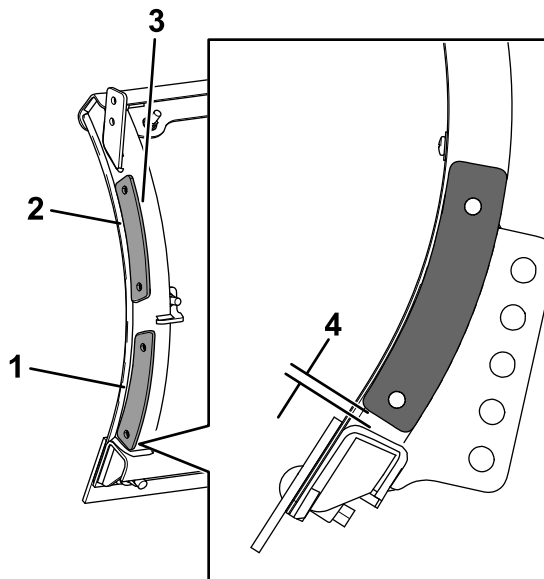

Figure 1
3. De chaque côté de la lame, positionnez les plaques de bordure comme montré à la Figure 1.